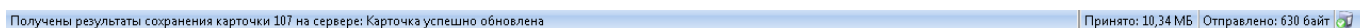

Рис.7.7.5. Панель состояния «Получены результаты сохранения карточки на сервере: Карточка успешно обновлена».
4. «**Получены результаты сохранения карточки на сервере: Карточка успешно обновлена**» - сообщение отображается в левой части панели состояния, после внесения изменений в поля карточки объекта, рисунок 7.7.5.